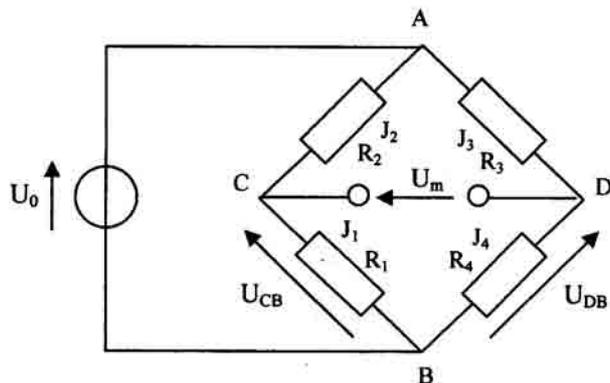

Figure 4
2.3) Les jauges sont introduites dans le montage en pont suivant (figure 4) :